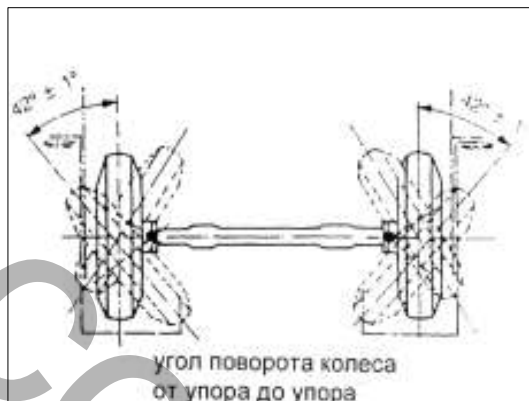

РИС. 304
- 4) Поверните рулевое колесо влево. Упорный болт должен упираться в балку передней оси, угол должен быть $42^{\circ} \pm 1^{\circ}$ (см. рис.304).